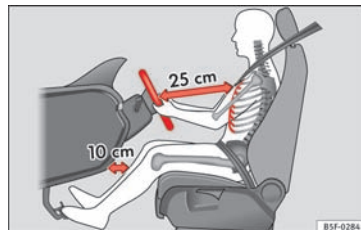
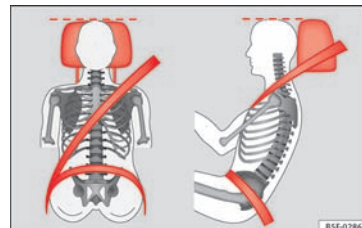

Fig. 1 Korrekt afstand mellem fører og rat
Fig. 2 Korrekt placering af sikkerhedssele og indstilling af hovedstøtte
- Indstil sædet, så afstanden mellem rattet og din brystkasse er mindst 25 cm » Fig. 1, og du med begge hænder og let bøjede arme kan tage fat om rattets sider på den yderste kant.
- Indstil sædet i længderetningen, så du kan træde pedalene ned med let bøjede ben, og afstanden til instrumentpanelet i knæområdet er mindst 10 cm » Fig. 1.
- Indstil hovedstøtten, så hovedstøttens øverste kant er på højde med den øverste del af hovedet – men ikke lavere end øjenhøjden. Baghovedet bør altid være så tæt på hovedstøtten som muligt » Fig. 1 og » Fig. 2.
Den rigtige afstand mellem føreren og rattet » Fig. 1 skal indstilles ved hjælp af betjeningselementerne på førersædet » Side 60.